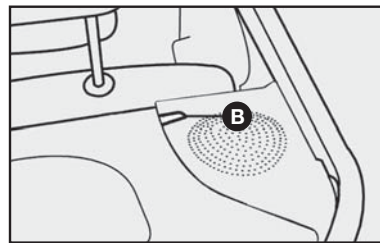

fig. 60
**2** Tirar os pinos da cobertura do porta-malas das respectivas sedes **B-fig. 60** e removê-lo.